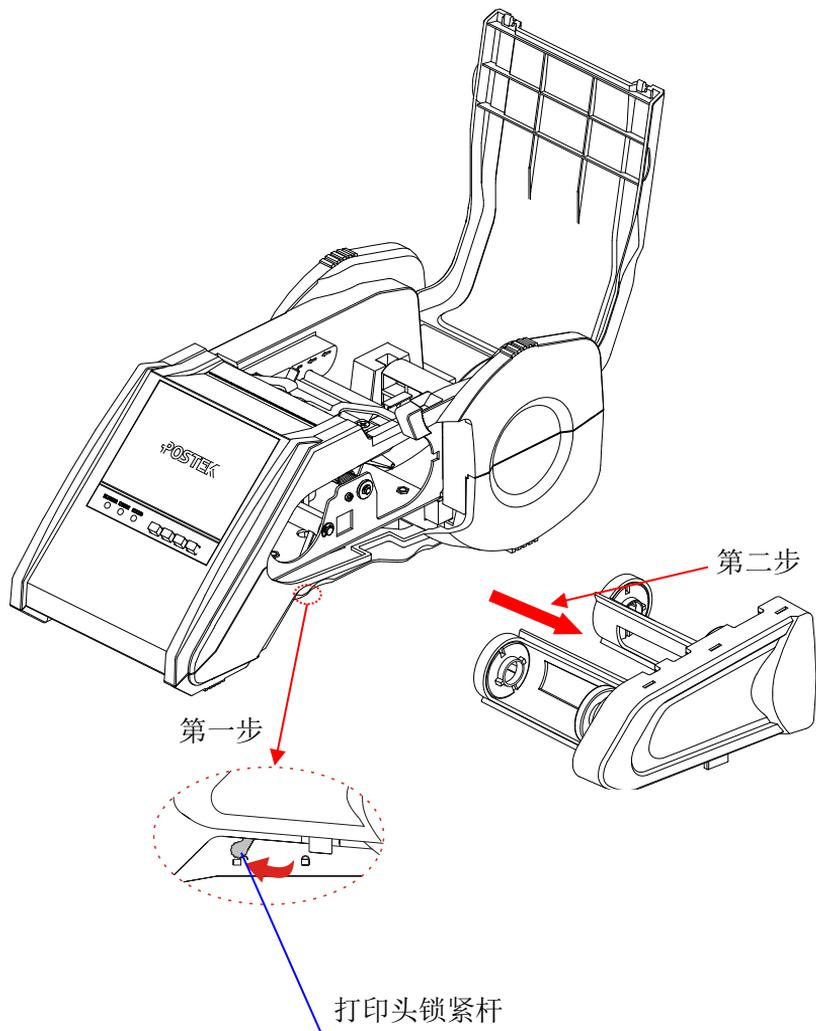

图 2-6
2. 向侧面拉出碳带盒；拆开新碳带卷和空卷芯，然后将碳带的带头卷到空卷芯上(图 2-6)；